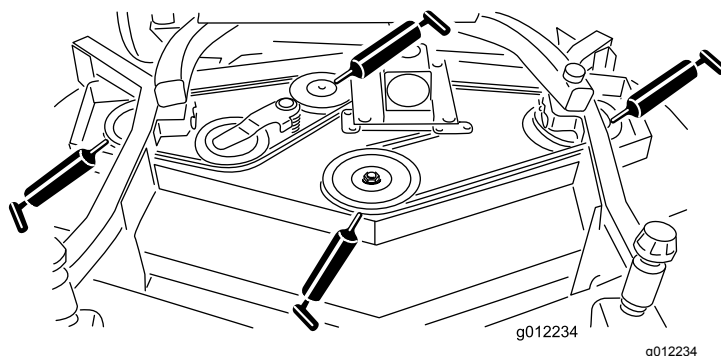

Bild 20
- Lager der Spannarmwelle (Bild 20)
- Spindelwellenlager (3) (unter der Riemenscheibe) (Bild 20)